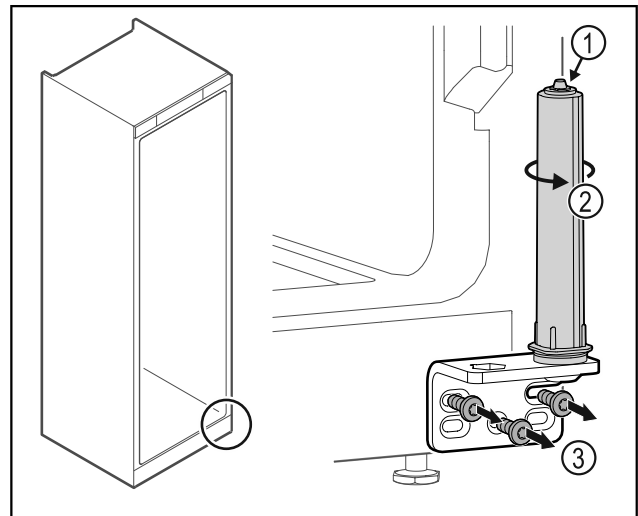

Fig. 24
- Deursluitsysteem niet uit elkaar halen Fig. 24 (1).
- Sluitsysteem Fig. 24 (2) draaien tot het klikt.
- Scharnierhoek Fig. 24 (3) losschroeven.